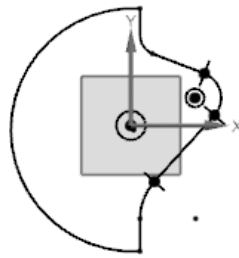

图 5.12.4 绘制圆
**Step 5** 选择下拉菜单 **插入(S)** → **曲线(C)** → **圆(C)...** 命令, 大致绘制图 5.12.4 所示的圆。